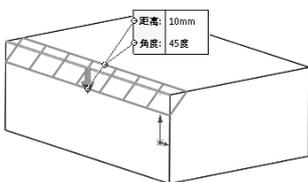

图 3-33
- “角度距离”类型：该类型是以某一个长度和角度建立的倒角特征，如图 3-33 所示。可以从“倒角参数”选项组中定义“距离”和“角度”值。